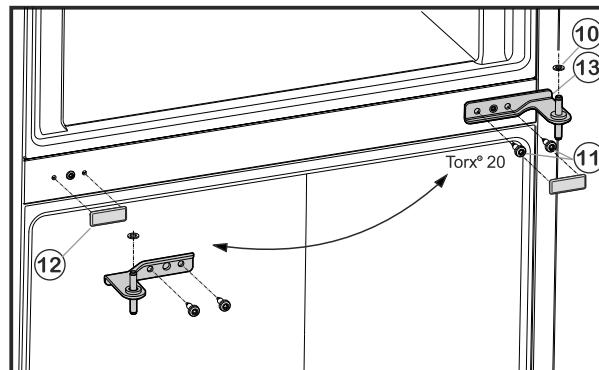

Fig. 6
- Открутите крепежные винты Fig. 6 (11) (2 шт. Torx® 20) и извлеките средний опорный кронштейн из нижней дверцы.
- Снимите пластиковую шайбу Fig. 6 (10).
- Осторожно снимите крышку Fig. 6 (12).
- Установите крышку Fig. 6 (12) на противоположной стороне.
- ▶ Вставьте средний опорный кронштейн Fig. 6 (13) с поворотом на 180° в нижнюю дверцу и прикрутите с помощью крепежных винтов Fig. 6 (11) (2 шт. Torx® 20) на новую сторону шарнира **(с моментом 4 Нм)**.
- ▶ Снова установите пластиковую шайбу Fig. 6 (10).
- ▶ Установите верхнюю дверцу на средний опорный кронштейн Fig. 6 (13).